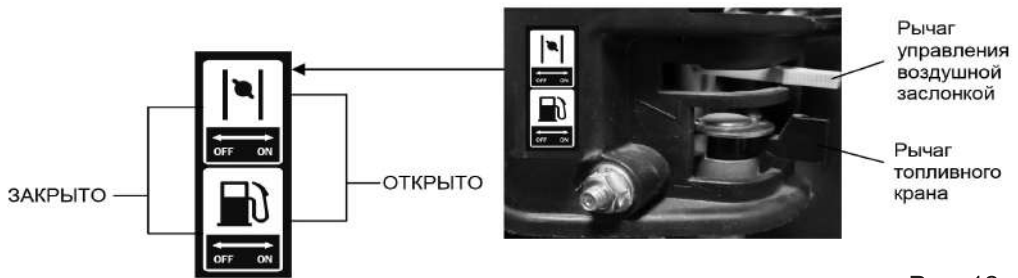

Рис. 12
1. Поставьте рычаг топливного крана в положение «ON» (ОТКРЫТО) (Рис. 12).
2. При запуске холодного двигателя переведите рычаг управления воздушной заслонкой в положение «OFF» (ЗАКРЫТО) (Рис. 12). Не закрывайте воздушную заслонку, если двигатель прогрет.